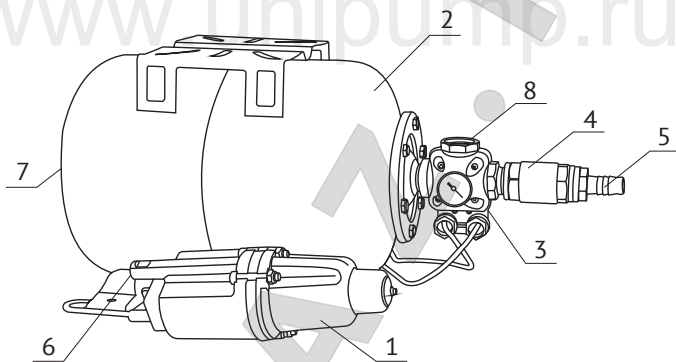

рис. 1
- 6) При помощи хомута присоедините второй конец шланга к штуцеру 5 (см. рис. 1).
- 7) Присоедините напорную магистраль к выходному резьбовому отверстию реле давления 8 (см. рис. 1). При монтаже не прилагайте чрезмерных усилий, для уплотнения соединения используйте тефлоновую ленту. Гидроаккумулятор и реле давления должны быть установлены в сухом, хорошо проветриваемом помещении.
- 8) Перед запуском станции проверьте давление воздуха в гидроаккумуляторе, присоединив к пневмоклапану 7 (см. рис. 1) автомобильный насос с манометром. Величина давления сжатого воздуха в гидроаккумуляторе должна быть 1,5 бар. При необходимости подкачайте воздух, иначе может произойти разрыв мембраны.